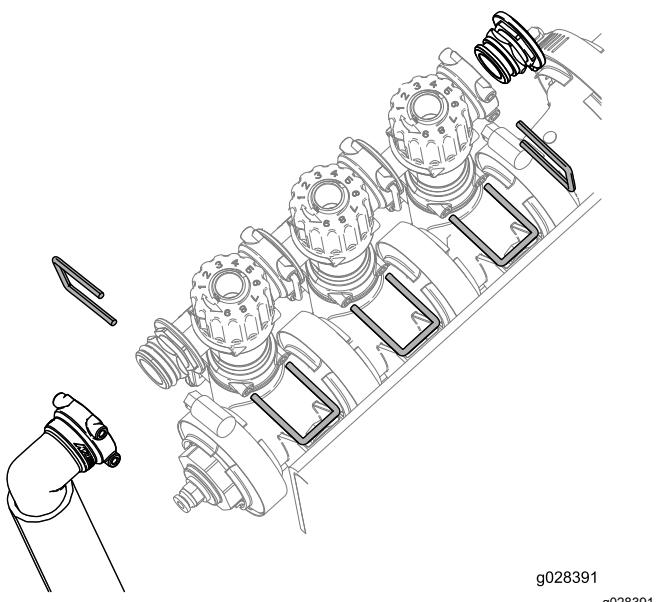

Figura 4
- Rimuovete i fermi che sostengono il gruppo di regolazione bypass, il tappo terminale e il gruppo raccordo e flessibile come illustrato nella Figura 4.